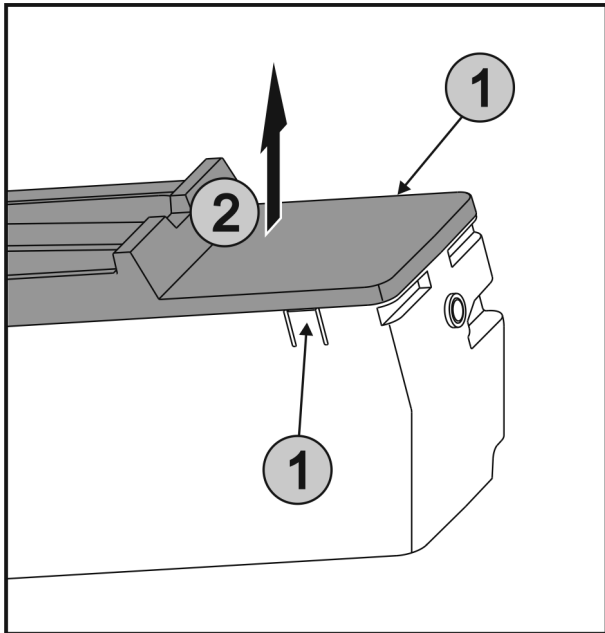

Fig. 43
- ▶ Appuyer simultanément sur les languettes Fig. 43 (1) des deux côtés de l'EasyTwist-Ice et retirer le couvercle Fig. 43 (2) vers le haut.